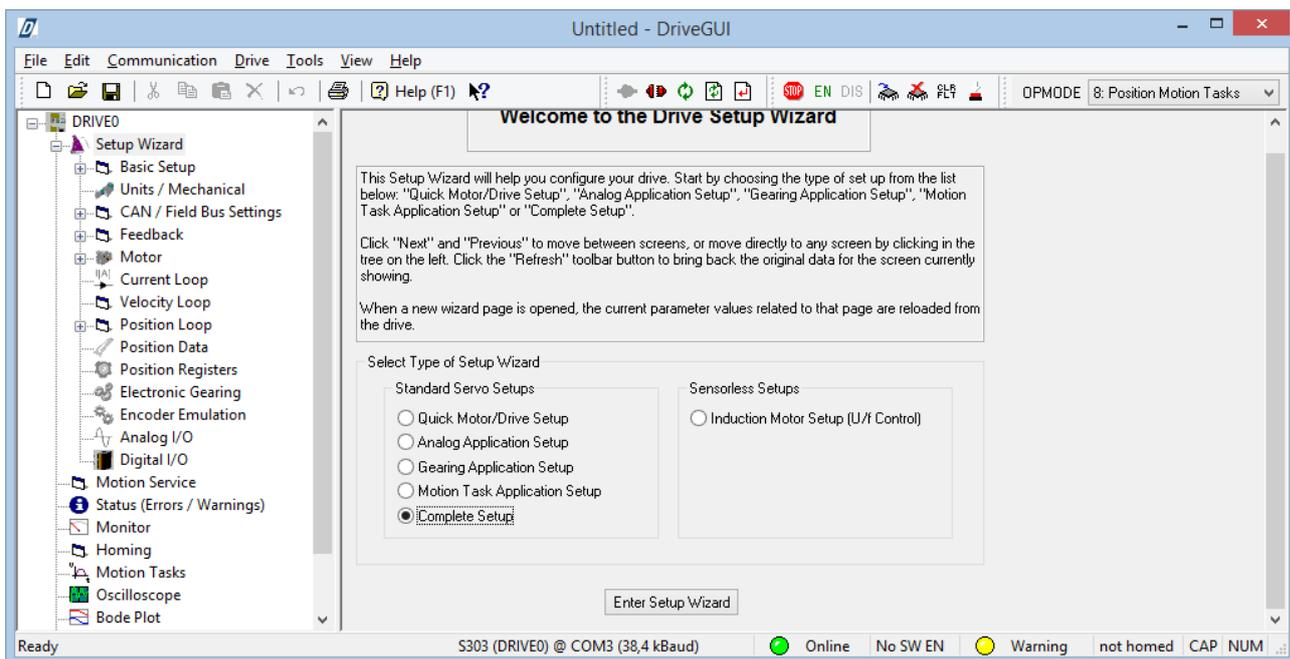

Рис. 7. Запуск Setup Wizard
1. Запустите «Мастер настройки» («Setup Wizard») в навигационном окне слева. Выберите «Полную настройку» («Complete Setup») и запустите «Мастер» рис. 7.